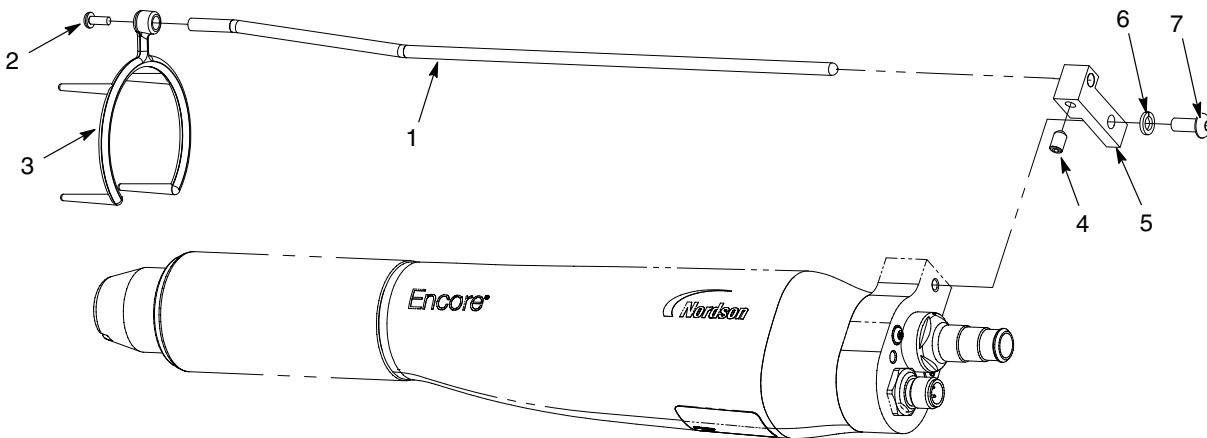

Figura 1 Instalación del colector de iones
1. Ver la figura 1. Instalar el bloque de montaje (5) en la pistola con la arandela de bloqueo M5 y el tornillo (6, 7).
2. Insertar la varilla del colector (1) en la bloque y asegurarla con el tornillo de ajuste M5 x 8 (4).
3. Deslizar la punta multipunto (3) hacia la tuerca de la boquilla y fijarla a la varilla del colector con el tornillo M3 (2).
Vea la figura 1 para los números de ítem.